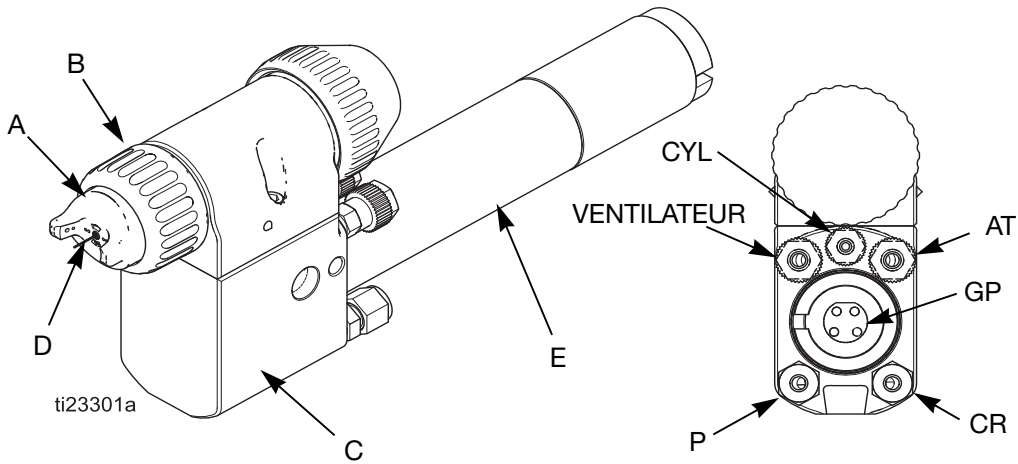

FIG. 1 Vue d'ensemble du pistolet (montage par l'arrière)
Le pistolet pulvérisateur électrostatique automatique à assistance pneumatique fonctionne de façon très semblable à un pistolet à pulvérisation pneumatique traditionnel. L'air d'atomisation et l'air du ventilateur sont expulsés par le chapeau d'air (A). Voir FIG. 1, page 8.
Le régulateur transmet la puissance à l'alimentation électrique (E), ce qui augmente la tension à une valeur définie au niveau du régulateur. L'électricité statique entre dans le collecteur (C) puis elle est dirigée vers l'électrode du pistolet (D). Le produit est chargé par l'électrode du pistolet pulvérisateur. Le produit ainsi chargé est attiré par l'objet mis à la terre le plus proche, de sorte que toutes ses surfaces soient peintes de façon homogène. Voir FIG. 1, page 8.